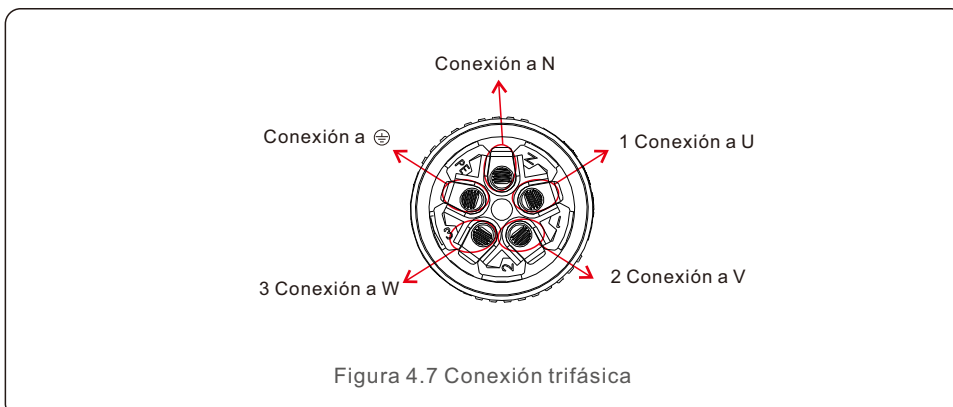

Figura 4.7 Conexión trifásica
- Para la instalación de inversores trifásicos, conecte U, V, W a los pines 1, 2 y 3, y conecte N al pin 4; Conecte PE al símbolo PE (véase la figura 4.7).